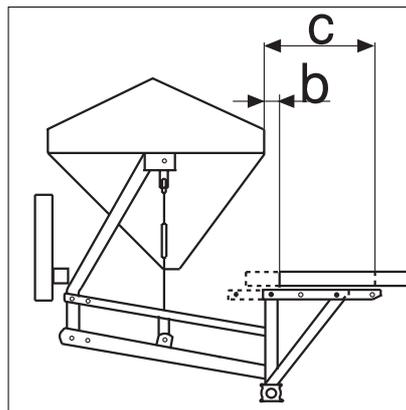

Рис. 24–10
5. Укрепите при помощи двух гаек на одном из двух углов опоры винт 12x60 (1, рис. 24–11). Он служит для навешивания фиксирующей петли (2).